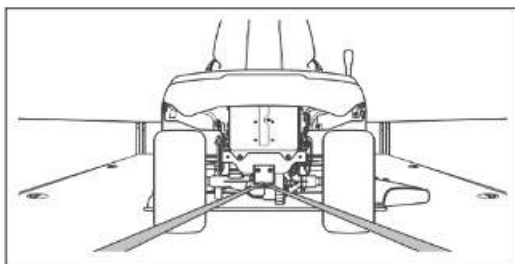
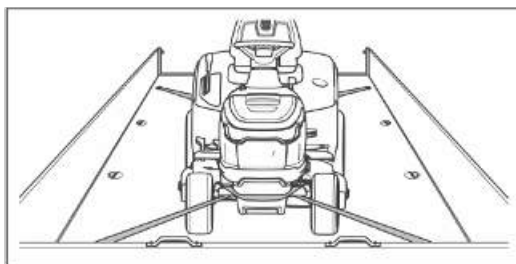

Рис. 50
Рис. 51
8. Закрепите газонокосилку ремнями или тросами по мере необходимости, чтобы предотвратить движение во время транспортировки (Рис. 50 и Рис.51).